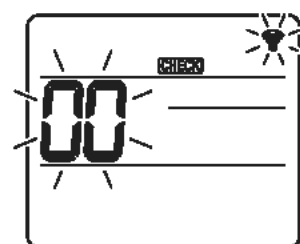
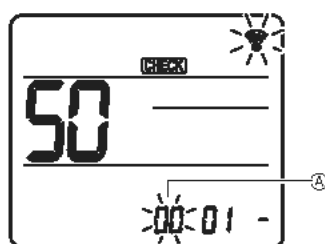
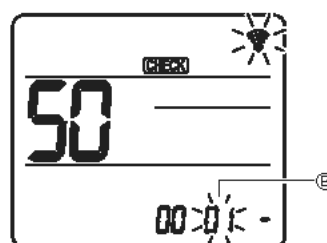
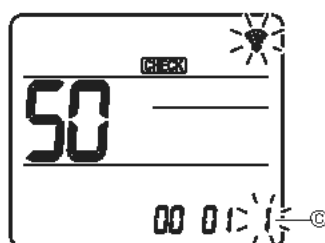

Fig. 7-16
Fig. 7-17
Fig. 7-18
Fig. 7-19
7.4.2. Voor draadloze afstandsbediening (Fig. 7-16, Fig. 7-17, Fig. 7-18, Fig. 7-19)
① Ga naar de modus voor functieselectie
[CHECK] wordt verlicht en "00" knippert. (Fig. 7-16)
② Stel het unitnummer in
Druk op de toets [] om het unitnummer ① in te stellen. (Fig. 7-17)
③ Kies een modus
Druk op de toets [] om het modusnummer ② in te stellen. (Fig. 7-18)
④ Kies het instellingsnummer
Wijzig het instellingsnummer ③ met de toets [] (Fig. 7-19)